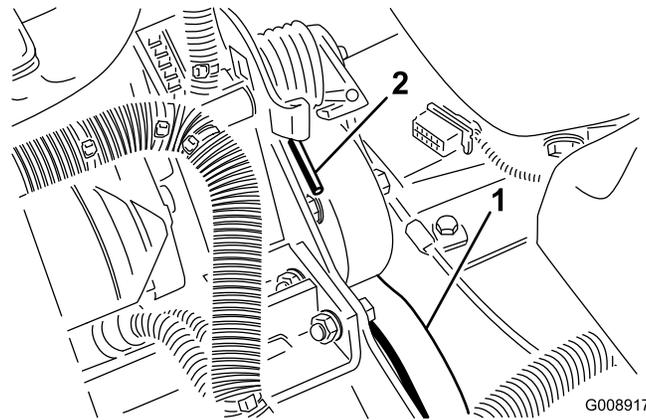

Figura 53
2. Premete l'estremità della molla e spingetela in avanti (Figura 53) per sbloccarla dalla staffa e rilasciare la tensione della molla.